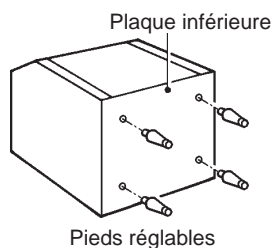

Fig. 2
- 1) Vissez à fond les quatre pieds fournis (accessoire du bac de stockage) au-dessous du bac de stockage (Fig. 2).